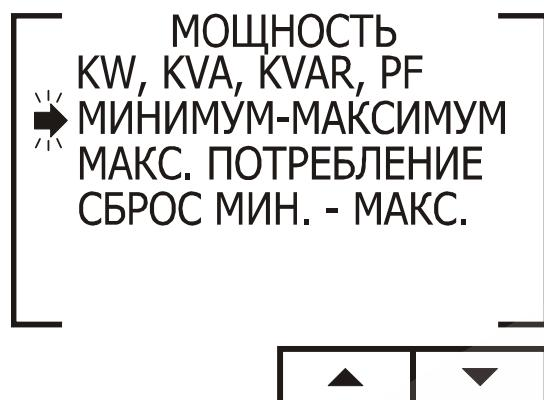

Рис. 29
2. Нажмите «Enter», на дисплее появится экран настройки режима вывода значений мощности и коэффициента мощности (рис. 29):